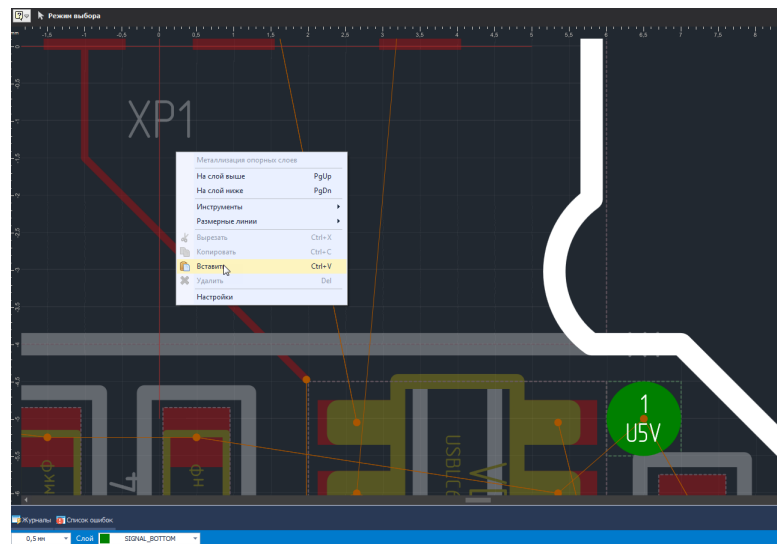

Рис. 372 Вставить скопированный трек
3. Перейти к нужному месту платы, в том числе на другой проводящий слой и воспользоваться пунктом «Вставить» контекстного меню или нажать клавишу, назначенную для этого действия (по умолчанию для вставки назначено сочетание клавиш «Ctrl+V»), см. Рис. 372.